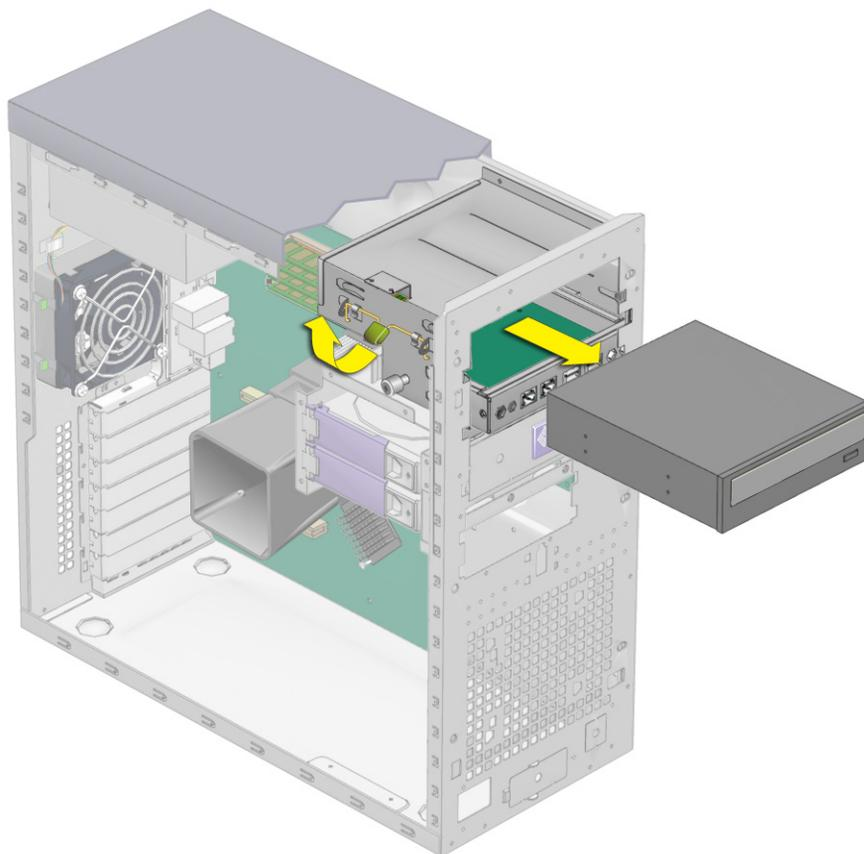

РИС. 4-10 Извлечение дисковода DVD
6. Поднимите язычок фиксирующего рычага дисковода с целью расцепления рычага от фиксирующих его крючков (см. РИС. 4-10).